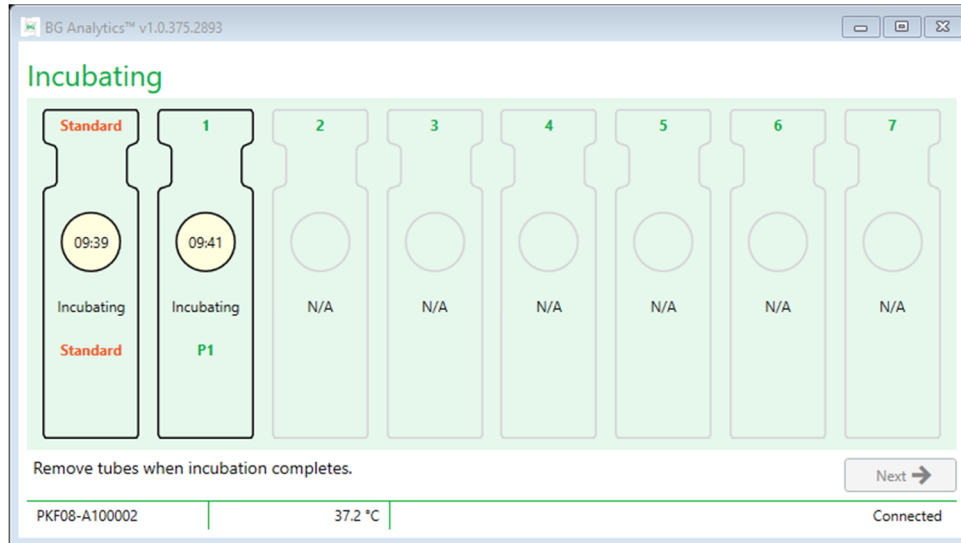

Figure 10. Écran d'incubation de BG Analytics® avec STAT STD inséré dans le puits standard et un (1) tube d'échantillon patient inséré dans le puits numéro 1.
2. Insérez chaque tube dans son puits respectif dans le PKF08 pour commencer l'étape d'incubation (figure 10). Chaque puits est programmé individuellement.